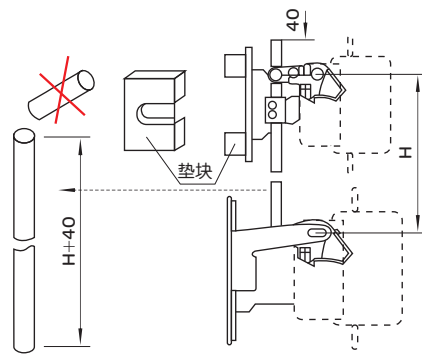

图4 垂直安装的可逆接触器
- a.机械联锁机构和两台CJX2接触器组成联锁产品时，联接板的连接方式(见图3)，可水平安装，也可垂直安装。垂直安装时，电流小的安装在上方。安装后，在连杆长度达到H+40时，可截去其上部长出部分(见图4)；
- b.CJX2-115-225和CJX2-265-630及机械联锁机构机构组成垂直安装的联锁产品时，须在CJX2-115~225下加垫块(见图4)。